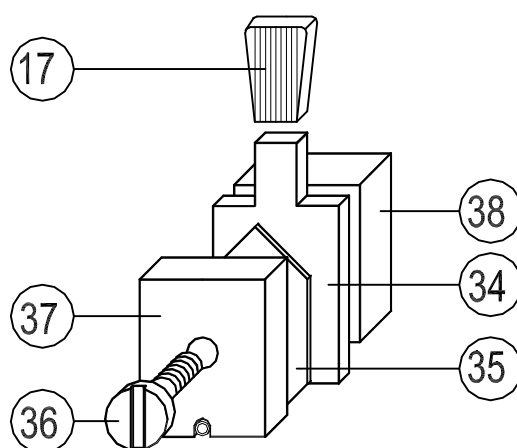
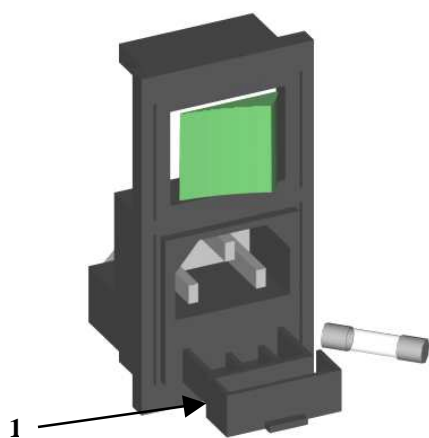

fig. 10
fig. 11
- Togliere la manopola tagliatore (n°17 fig. 10) esercitando una trazione verso l'alto, mentre il piano basculante (n°5 fig. 2) viene mantenuto premuto verso il basso.
- Spostare il cursore (n°34 fig. 10) totalmente a sinistra ed estrarlo dalla sua sede verso l'alto (vedi fig. 11)
- Liberare la lama (n°35 fig. 10), svitando la vite di fissaggio (n°36 fig. 10).
- Estrarre i fusibili dal rispettivo portafusibile (n°1 fig. 11), controllare e, se necessario, sostituirli con altri di pari tipo e valore.